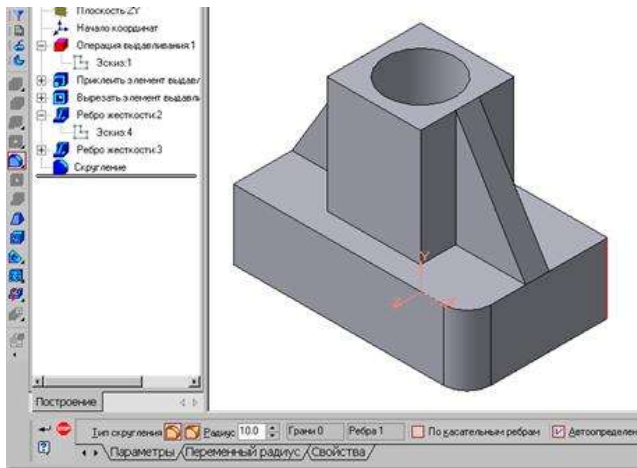

Рисунок 32 - Построение скругления ребер
7. Для поочередного вырезания выдавливанием на глубину 15 мм двух отверстий, расположенных на ребрах жесткости, построим эскизы – окружности радиусом R3 мм. Указав наклонную плоскость, на которой будет вычерчиваться эскиз, выберем ориентацию – Нормально к (рис.32,33).